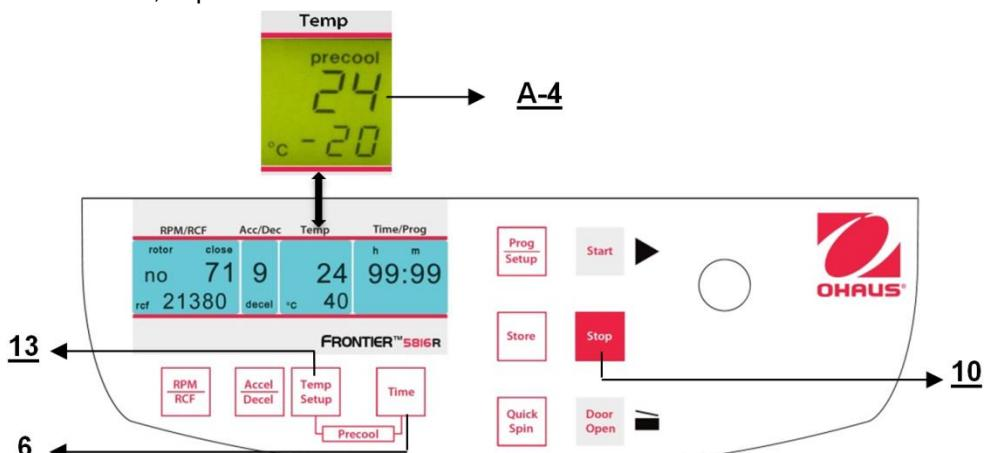

Figure. 20
Si les échantillons sont sensibles à la température, il est utile de pré-refroidir la centrifugeuse, le rotor et finalement les godets à la température requise de fonctionnement. Pour ce faire, insérer le rotor retenu et prédéfinir la température correspondante. En appuyant simultanément sur les touches "Temp/Setup" (13) (voir la figure 20) et "Time" (6), l'utilisateur démarrera une centrifugation. Pendant le fonctionnement, l'unité choisit automatiquement une vitesse de rotation équivalente à 20 % de celle autorisée du rotor inséré. Après avoir atteint la température prédéfinie, il est possible de quitter le pré-refroidissement avec la touche "Stop" (10).